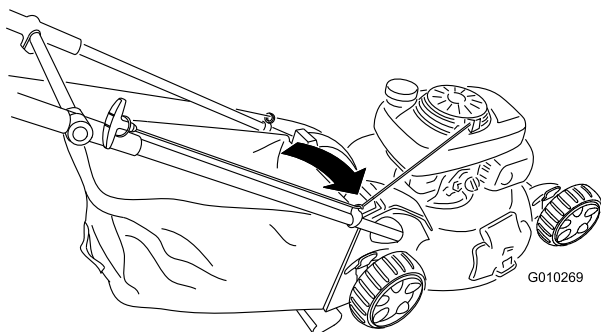

Figure 34
1. Faites passer le câble du lanceur autour du guide inférieur (Figure 34).